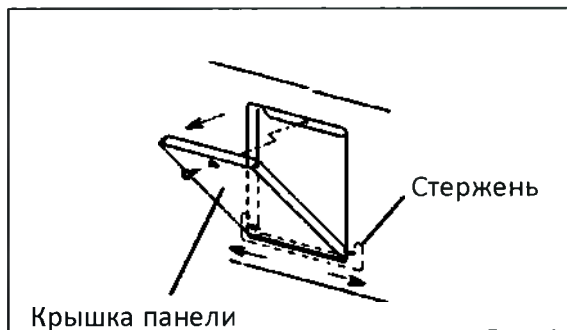

Рис. 1
2. Открутите винты, фиксирующие крышку панели в месте для установки регистратора температуры, и снимите крышку панели (Рис. 1).
1. Снимите верхнюю крышку в правой верхней части холодильника, открутив четыре винта (Рис. 1).